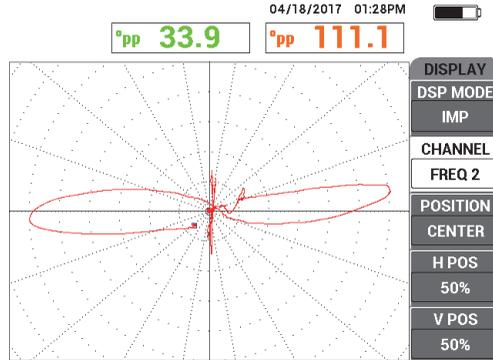

Figura 5-202 Señal de verificación con la frecuencia 2 (FREQ 2)
- Escanee el largo completo del tubo; a continuación, verifique que el defecto transversal de pared esté orientado verticalmente y la señal proveniente de la arandela de soporte esté enganchada. Realice los ajustes necesarios (vea la Figura 5-202 en la página 294).